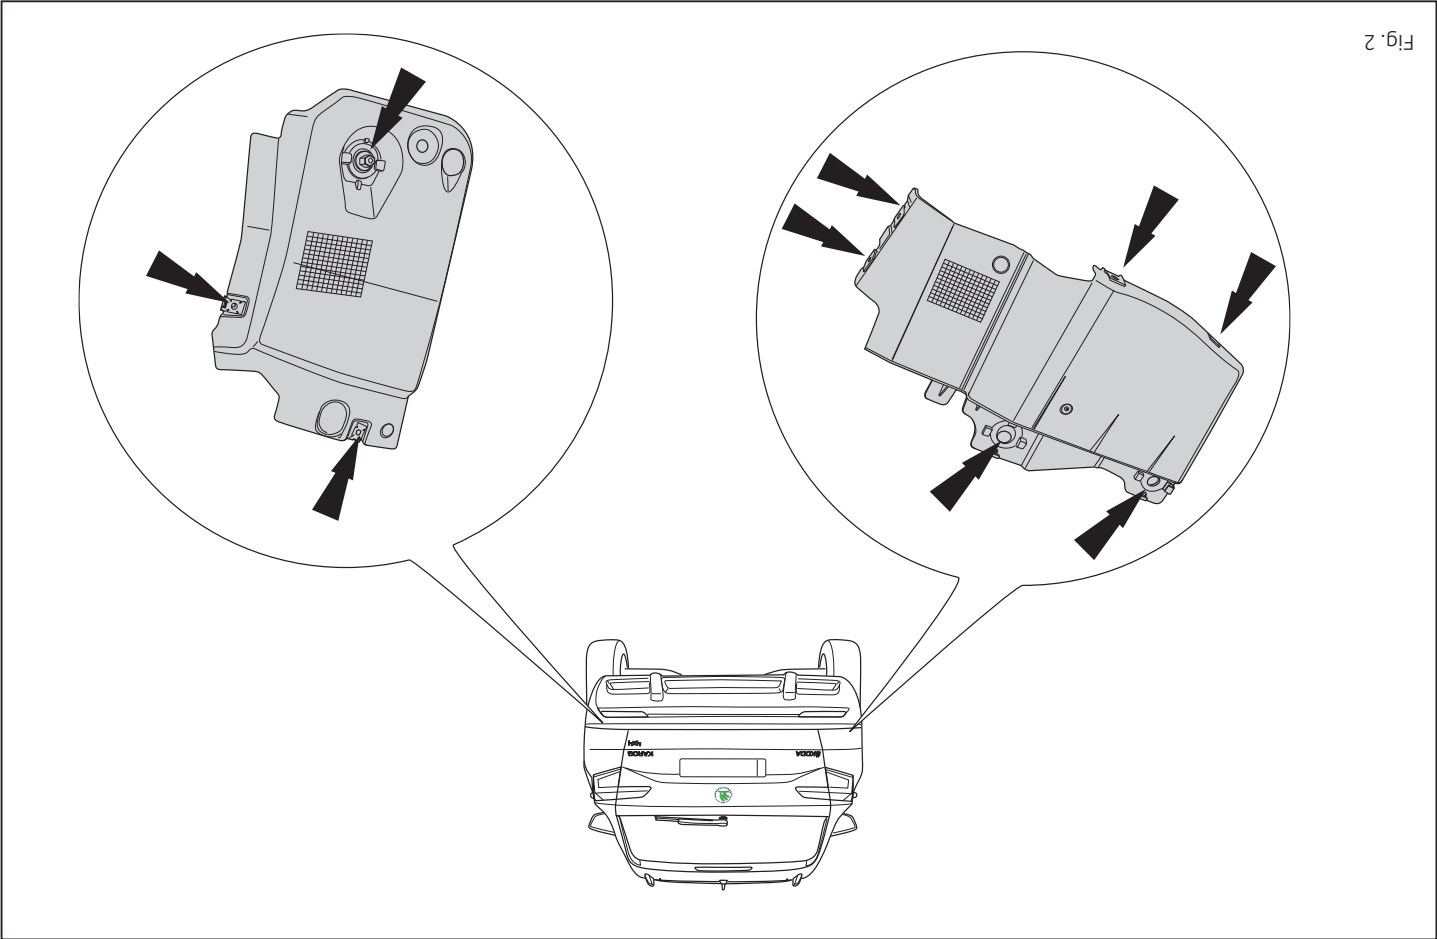

Fig. 2
3. Remove the plastic protective caps. See figure 2.
3. Die Kunststoffschutzkappen abmontieren. Siehe Abbildung 2.
3. Снять пластмассовые защитные колпачки. См. рисунок 2.